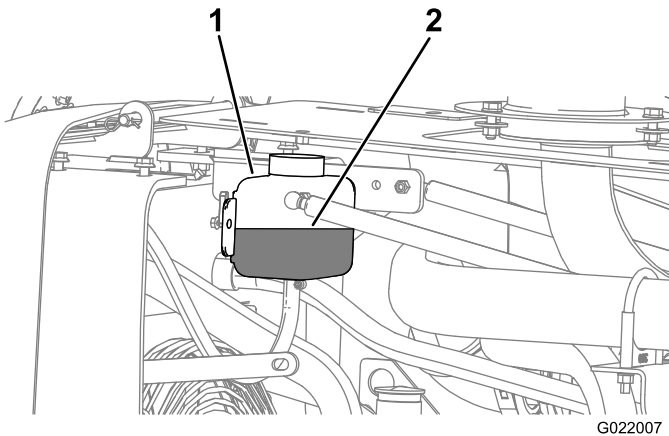
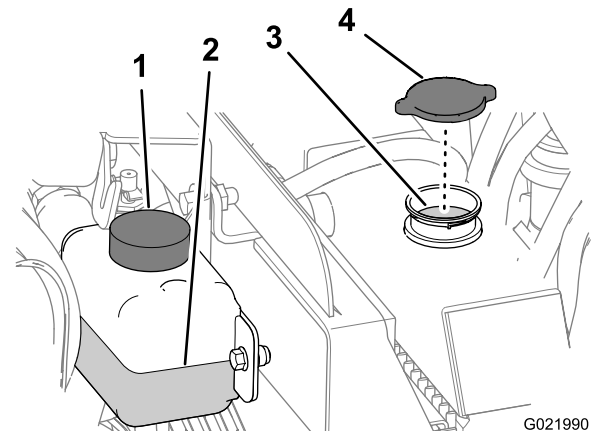

Figura 138
Figura 139
4. Verifique o nível de líquido de arrefecimento no reservatório (Figura 138).
4. Retire a tampa do bocal de enchimento do radiador e verifique o nível do líquido de arrefecimento (Figura 138 e Figura 139),
5. Se o nível de líquido de arrefecimento estiver baixo, adicione líquido até beirar o fundo do tubo de enchimento (Figura 139).
- Instale a tampa do bocal de enchimento do radiador, apertando-a até estar estanque (Figura 139).
- Retire a tampa do radiador (Figura 139).
2. Retire a tampa do radiador (Figura 139).
4. Instale a tampa do radiador (Figura 139).